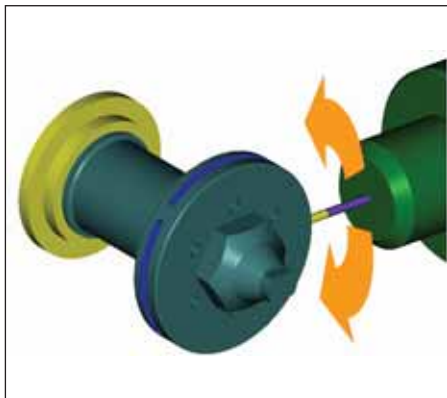

Рис. 9
*Solid Verify* (в нашем проекте это предпоследний переход) выберем в контекстном меню перехода команду *Визуализация*. Затем перейдем на соответствующую вкладку для выбора режима *Solid Verify* и нажмем кнопку *Start* (рис. 2). На экране отобразится процесс обработки четырех пазов (рис. 9).